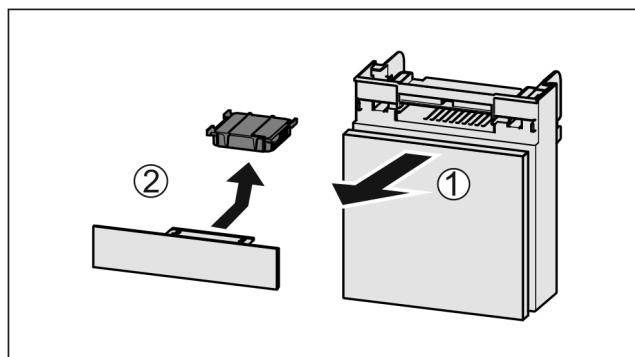

Fig. 134
- Вытянуть Fig. 134 (1) отделение движением вперед.
- Извлечение Fig. 134 (2) фильтра с активированным углем.